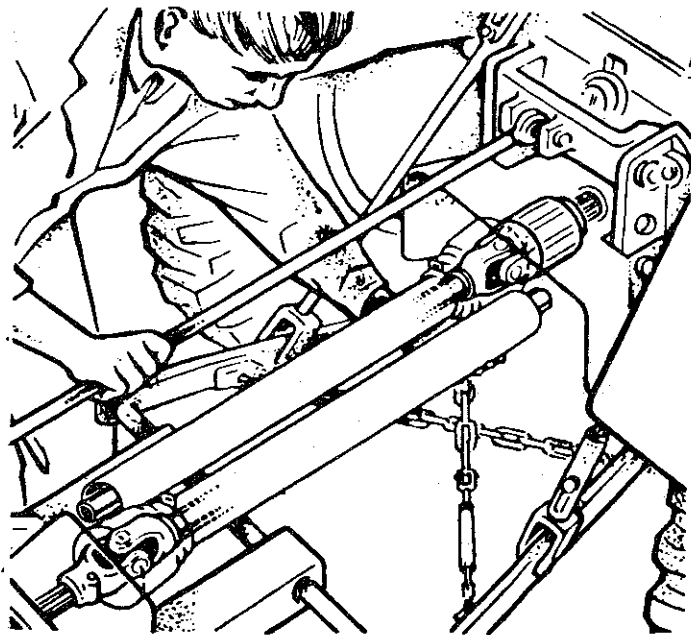

Abb. 1
1. Vor der ersten Inbetriebnahme Gerät anhängen bzw. mit dem Dreipunktgestänge befestigen, die Gelenkwellenhälften auf ihre Anschlußwellen anbringen und durch Nebeneinanderhalten die richtige Länge sowohl in gestrecktem als auch in äußerst abgewinkeltem Zustand kontrollieren (Abb. 1). Immer größte Rohrüberdeckung anstreben. Falls Kürzung der Gelenkwelle erforderlich, beide Wellenhälften gleichmäßig kürzen, dabei Schutzrohre entsprechend dem ursprünglichen Lieferzustand etwas kürzer als die Profilrohre halten. **Profilrohre und Schutzrohre sind sorgfältig zu entgraten, zu reinigen und zu schmieren.** Gewaltsame Zerstörung der Gelenkwelle kann durch zu lang gewählte Rohre erfolgen, zu kurz gewählte Rohre können ebenfalls zu Beschädigungen und folgenschweren Unfällen führen.